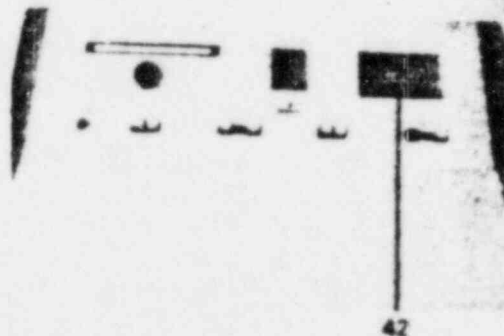

Fig. 22
4.1. Mit Hilfe einer Stoppuhr die Ganggenauigkeit der Therapieuhr (42 Fig. 22) überprüfen. Dabei ist bei einer Ablaufzeit von 15 Minuten eine Abweichung bis zu ± 5 sec. zulässig. Die Uhr soll bei Stellung Null des Sekundenzeigerblattes abschalten. Dieser Abschaltzeitpunkt darf um ± 1 sec. abweichen. Beim Aufziehen der Uhr muß der Schaltkontakt spätestens bei Zeigerstellung "5 Sekunden" geschlossen sein.
4.1. Check the accuracy of the therapy timer (42 Fig. 22) with the aid of a stop watch. The maximum permissible deviation over a period of 15 minutes is ± 5 seconds. The timer should activate switching off at the zero position of the second scale. The maximum permissible deviation of this switching point is ± 1 s. When winding the timer, the switch contact should be closed before reaching the pointer position "5 seconds".